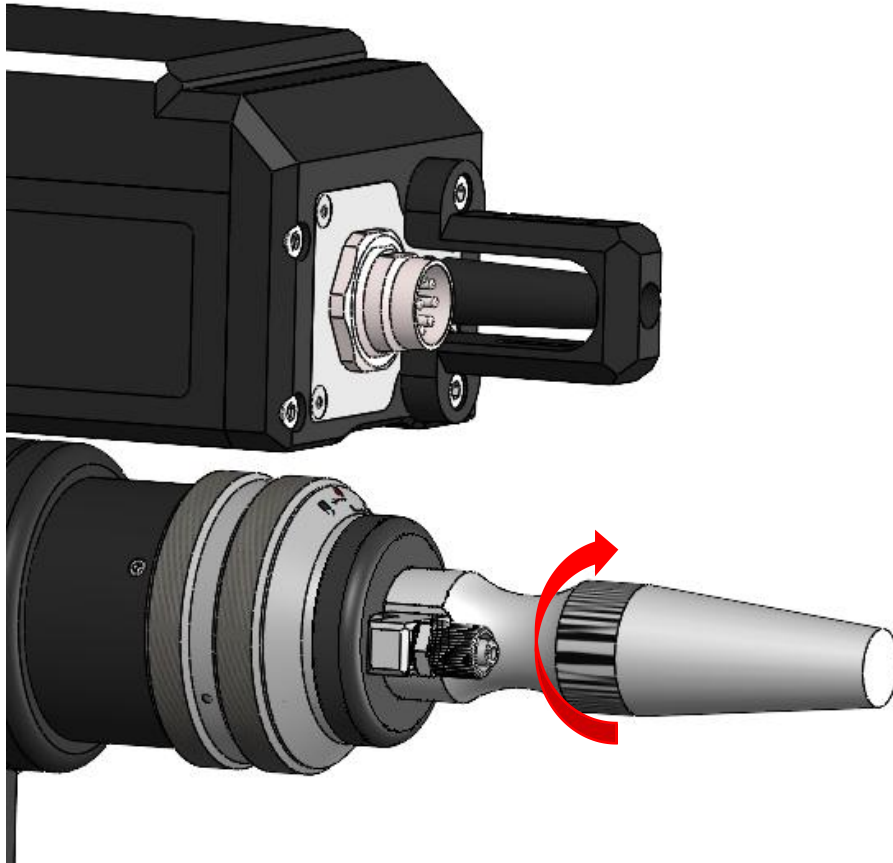

图2.2
- ⑤ 顺时针方向旋至极限位置（可以感觉到“噔”的一声），向上提起旋转螺母，再次顺时针旋转螺母直至压紧光纤头，将QBH连接器拧至锁紧状态（注意转到位即可，不要大力拧动，否则可能会损坏QBH内部结构），如图2.2所示。